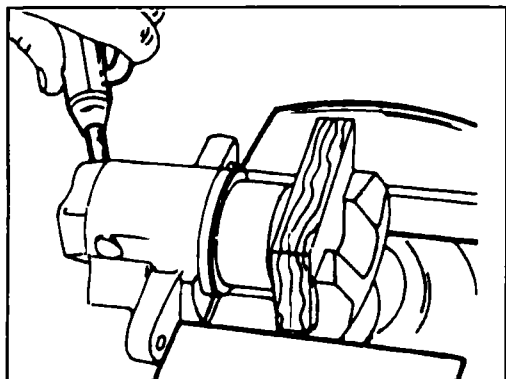

Рис. 9.14 Удаление поршня из корпуса суппорта
- ◆ Вставьте в корпус суппорта перед поршнем дощечку как это показано на рис. 9.14 и вытолкните сжатым воздухом поршень из цилиндра.